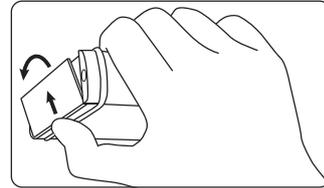

Abb. 3-5: Frontklappe öffnen
- ☞ Die Frontklappe wie in Abb. 3-5 illustriert vollends öffnen.